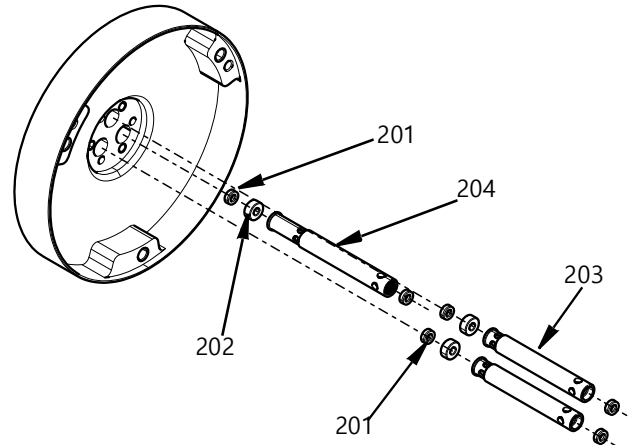

FIG. 26
6. 흡입구 패킹 스페이서(203)를 삽입하고 패킹 스페이서(204) 로드 씰(201)과 로드 베어링(202)을 중앙 본체에 되돌립니다. 로드 씰 설치 **씰 삽입 및 제거 공구 키트, 25T489**(32페이지)를 참조하십시오. 더 긴 반환 패킹 스페이서(204)는 중앙 본체 전면에 표시된대로 챔버 III에 배치됩니다. FIG. 26를 참조하십시오.